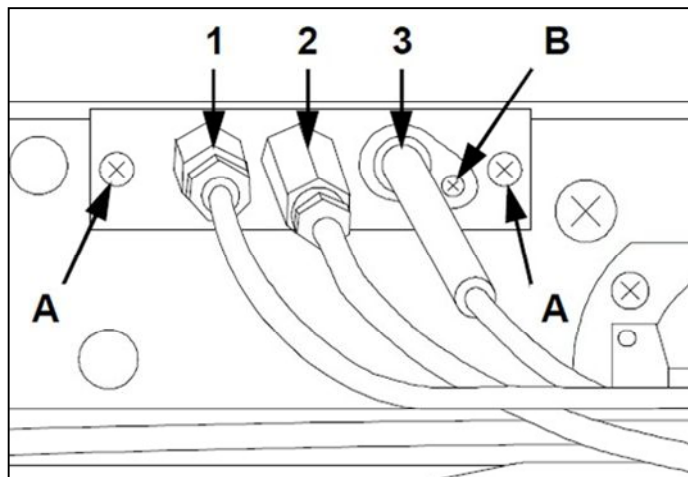

FIG.18
- Dévisser la thermocouple avec une clef fixe spéciale (FIG.18-Réf.1);
- Dévisser les 2 vis du SUPPORT (FIG.18-Réf.A);
- Rémonter la nouvelle veilleuse (FIG.18-Réf.2) selon les phases susmentionnées.
- Enlever la bougie en dévissant la VIS (FIG.18-Réf.B);
- Rémonter la nouvelle BOUGIE (FIG.18-Réf.3) selon les phases susmentionnées.